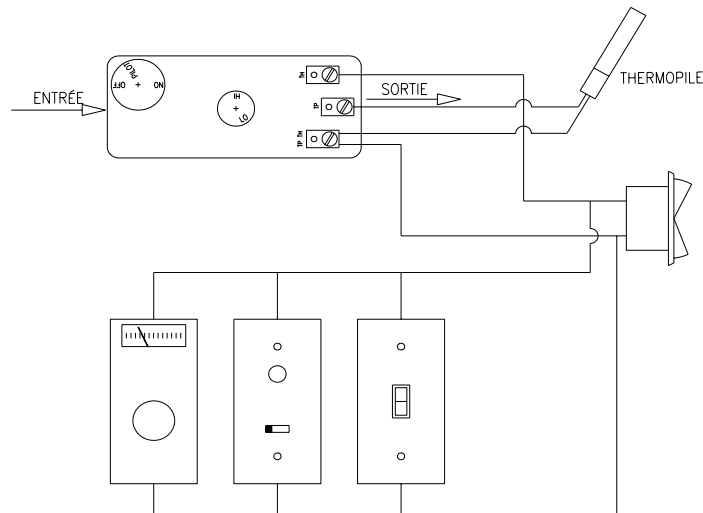
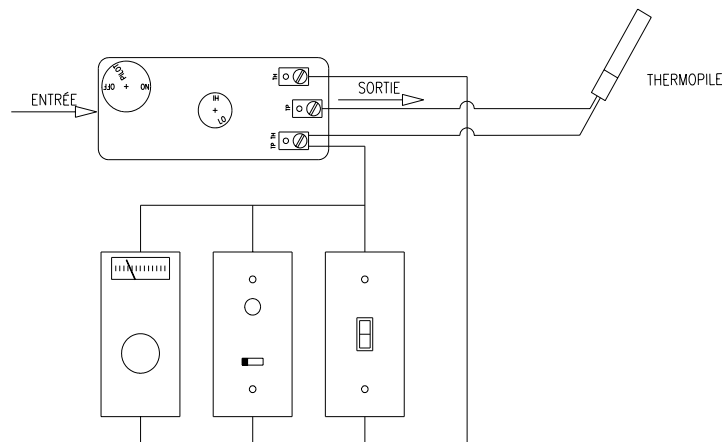

Figure 5
Figure 6
1. Installez le thermostat ou l'interrupteur mural à l'endroit voulu et raccordez-le, avec du **"fil à thermostat à deux conducteurs"**, à l'interrupteur de contrôle du brûleur (Figure 5). Pour contourner cet interrupteur, raccorder directement les fils à la valve à gaz (figure 6).